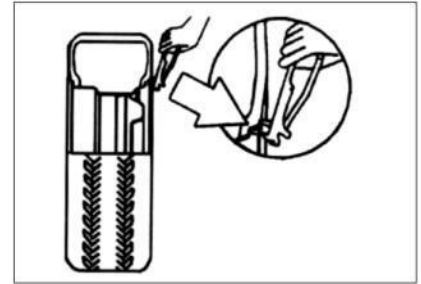

Fig 6
- Fjern gamle lodd fra felgen. (Fig. 6)